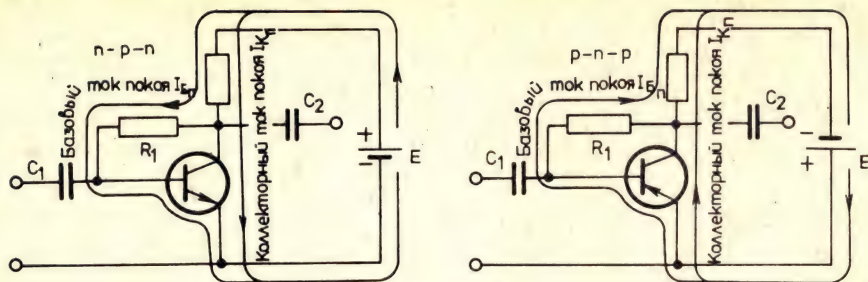

Рис. 23.4. Цепи, по которым протекает базовый и коллекторный ток в схеме с параллельной отрицательной обратной связью
(рис. 23.4). Путем такого соединения получается т. наз. *отрицательная обратная связь*, которая улучшает температурную стабильность каскада. И действительно, если по какой-либо причине коллекторный ток покоя начнет увеличиваться, падение напряжения на  $R_K$  будет увеличиваться, а коллекторное напряжение  $U_{KЭ}$  начнет уменьшаться по абсолютной величине. Это приведет к уменьшению тока базы (базовая цепь будет питаться из точки с меньшим напряжением) и вызовет соответственно уменьшение коллекторного тока. Если коллекторный ток покоя начнет уменьшаться, то явления протекают в обратном направлении и появляется тенденция к его увеличению.
**Пример 23.2.** Найти значение  $R_{\text{б}}$  (рис. 23.4), если  $E = 9$  В,  $R_K = 3$  кОм,  $I_{K\text{н}} = 1$  мА;  $\beta = 100$ .